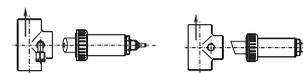

Figura 4: Instalación en portaelectrodos
- Hay dos orientaciones posibles para una instalación en horizontal (figura 4):